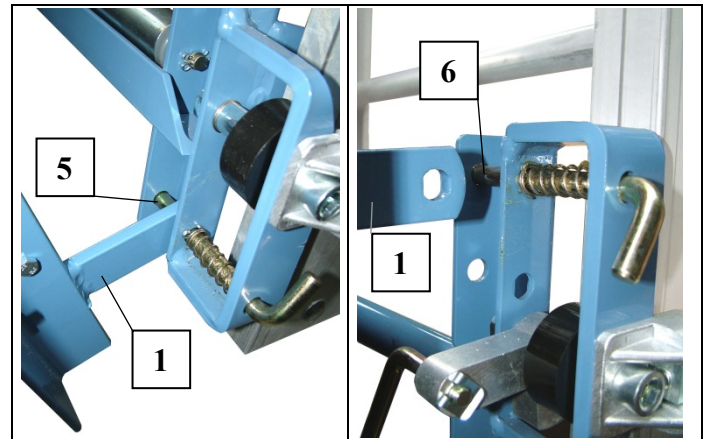

Fig. 42 Universalpritsche montieren
- Vario- Bühne (wie die Universalpritsche) an den unteren Federriegeln am Schlitten einhängen und an den beiden oberen Federriegeln abstecken (siehe Fig. 42).